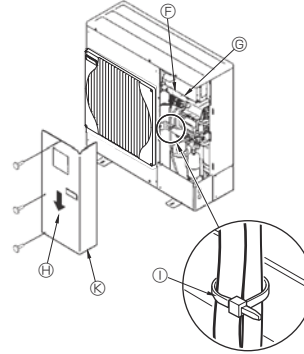
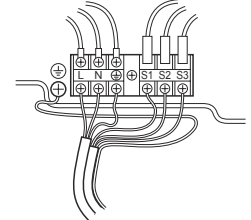

Rys. 7-1
Rys. 7-2
7.1. Jednostka zewnętrzna (Rys. 7-1, Rys. 7-2)
- ① Zdjąć panel serwisowy.
- ② Połączyć kable, odwołując się do Rys. 7-1 i Rys. 7-2.